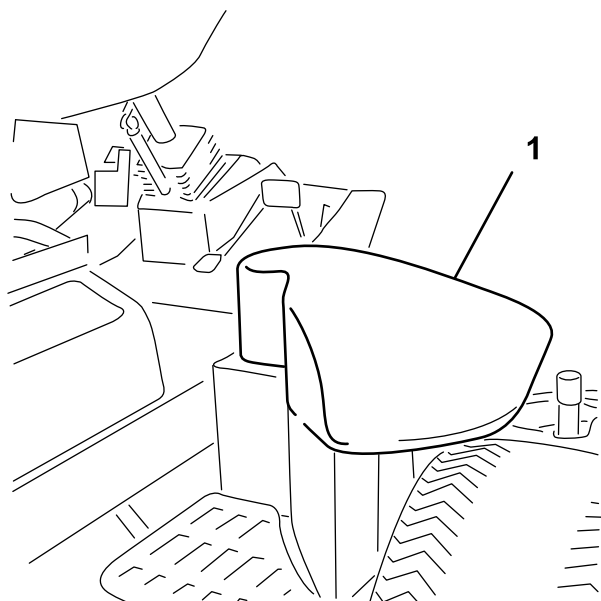

図 34
2. 機体右側から油圧オイル・タンクのカバーを開ける (図 34)。